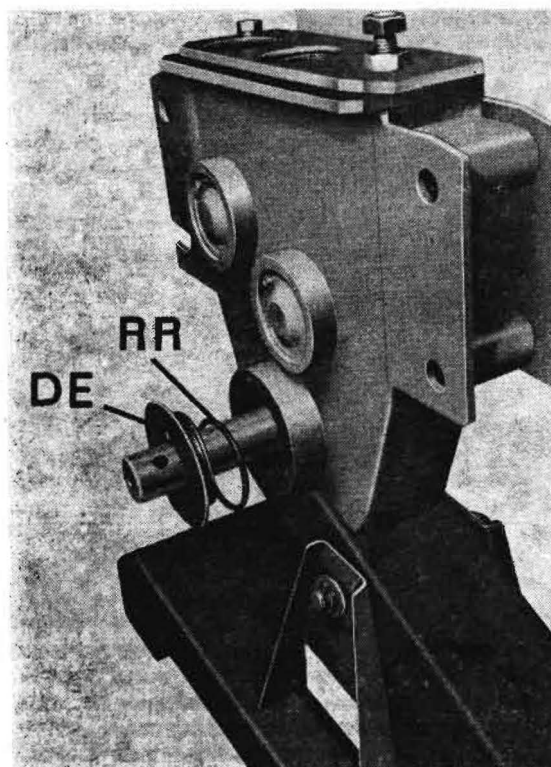

Bild 13/3
5. Deckel (DE) abnehmen
6. Rundring (RR) abstreifen und durch neuen ersetzen (Bild 13/3).